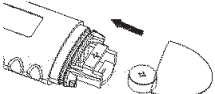

Figure 5
- Utilisez un objet pointu, un stylo par exemple, pour retirer la pile à rebut selon la réglementation en vigueur. Remplacez-la avec la nouvelle pile bouton 1,5 V type LR41, SR41, UCC392 ou équivalent. Assurez-vous que la polarité « + » de la pile se trouve vers le haut (voir la Figure 5).